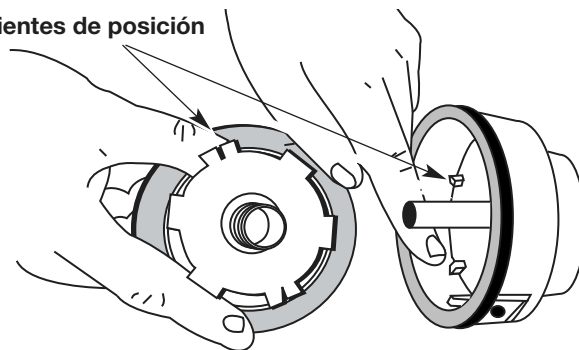

Fig. 16
5. Inspeccione los dientes de posición del carrete interior y la bobina exterior para verificar que no exista desgaste (Fig. 16). De ser necesario, elimine las rebabas o cambie el carrete y la bobina.